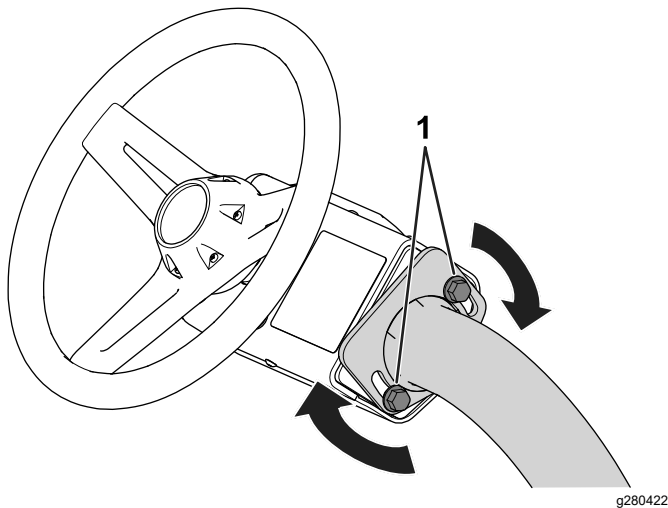

Figura 26
1. Afloje los pernos (Figura 26) que sujetan el conjunto del volante al brazo de dirección.
3. Apriete los pernos (Figura 26) para fijar el volante en la posición deseada.